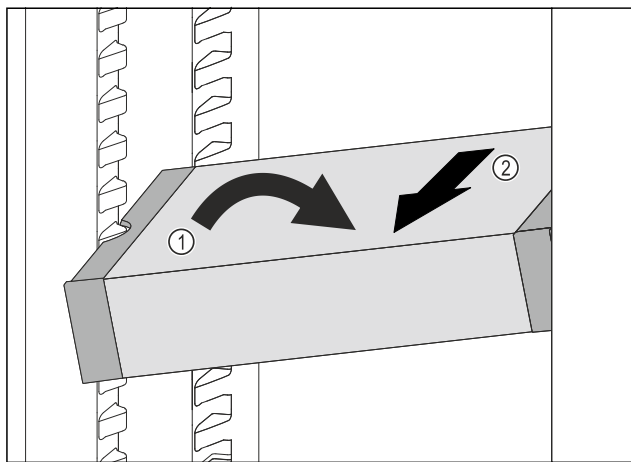

Fig. 200
- Impostare il vano frigorifero di VarioSafe ad angolo. Fig. 200 (1)
- Rimuovere VarioSafe tirando in avanti. Fig. 200 (2)